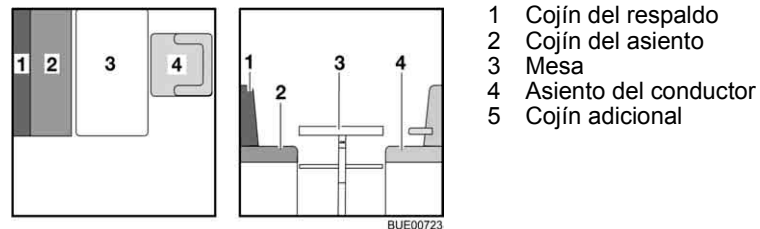

Fig. 121 Antes de la transformación
- Girar el asiento del conductor (Fig. 121,4) y empujarlo completamente hacia adelante.
- Transformar la mesa (Fig. 121,3) en base de cama (véase apartado 6.11).
- Poner a un lado el cojín del respaldo (Fig. 121,1).